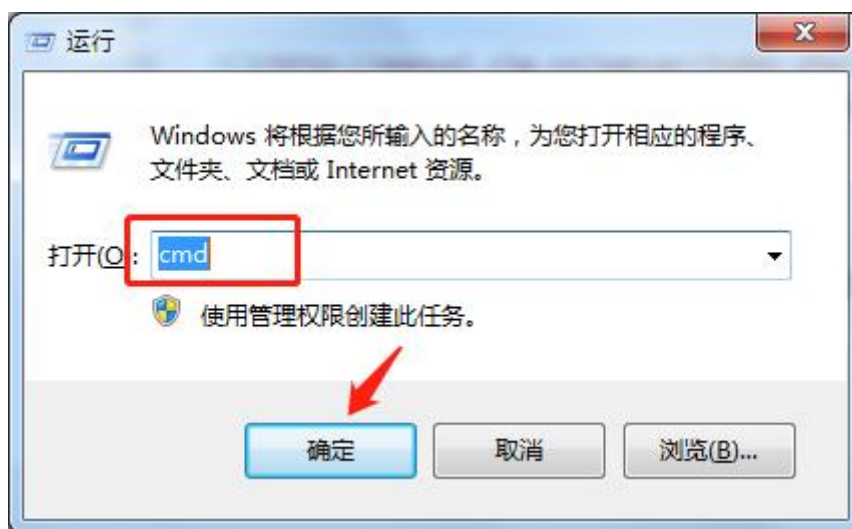

图 4.7 打开命令行窗口
(5) 设置好 IP 地址后，可通过以下方式确认设备是否正常连接，键盘按 WIN 键+R 快捷键打开运行窗口，输入 CMD 打开命令行窗口，如图 4.7 所示。